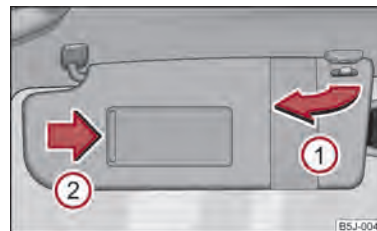

Fig. 31 Parasolarele: Rabatarea
Parasolarul conducătorului și al pasagerului din dreapta pot fi scoase din suporturi și îndreptate către uși ① ⇒ fig. 31.